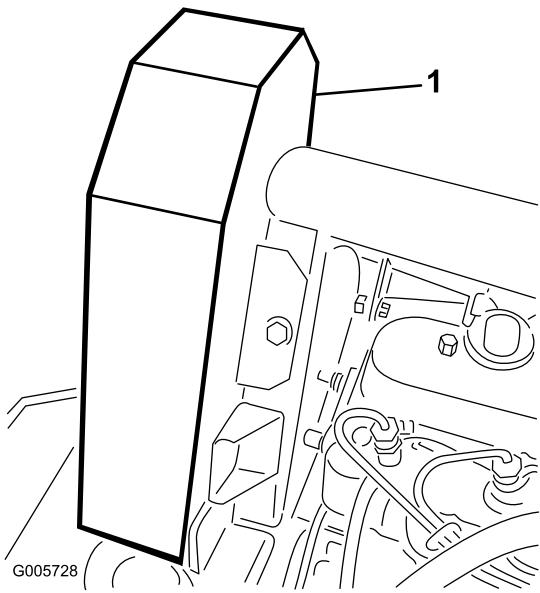

Figure 64
2. Enlevez les vis (5) de fixation du couvercle de la courroie du ventilateur et enlevez le couvercle (Figure 64).
5. Montez le couvercle de la courroie de ventilateur et fixez-le en place avec les vis (Figure 64). Refermez et verrouillez le capot.
- Montez le couvercle de la courroie de ventilateur et fixez-le en place avec les vis (Figure 64). Refermez et verrouillez le capot.